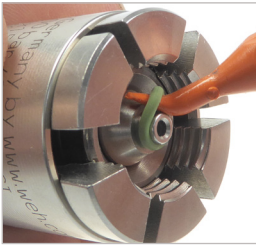

Abbildung 10
- ▶ Untergraben Sie die Frontdichtung (Pos. 7) mit dem WEH® O-Ring-Picker und entnehmen Sie ihn aus dem Einstich (Abbildung 10).